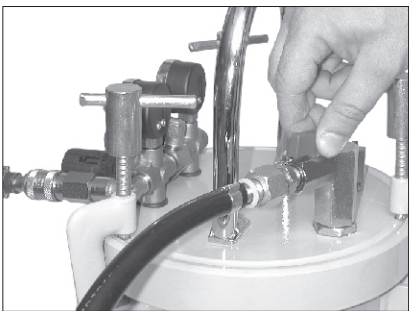

Fig. 28
- Ouvrir le robinet d'alimentation de peinture (manette parallèle au robinet : Fig. 28)